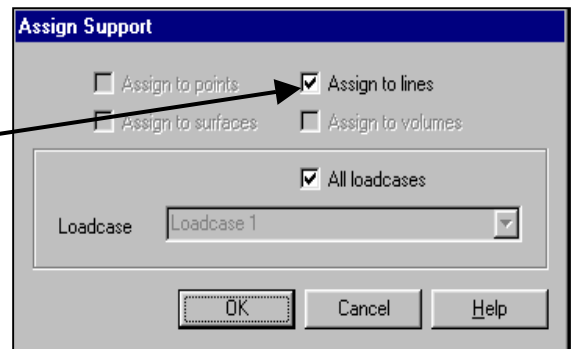

Fig. 26
- în caseta de dialog care apare pe ecran (fig. 26) vă asigurați că rezemarea este atribuită liniilor